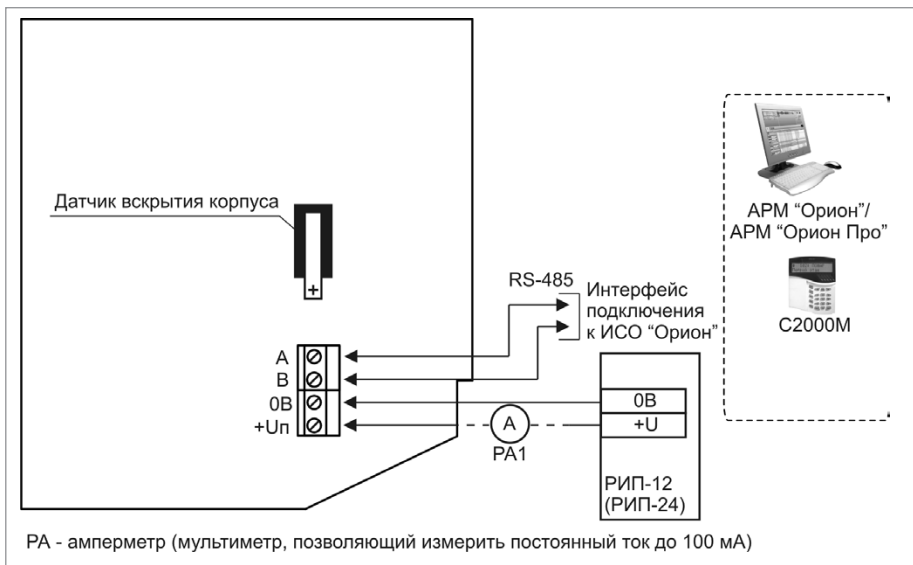

Рисунок 5. Схема внешних соединений клавиатуры «C2000-KC»
3. Подключение соединительных линий выполняйте в соответствии с проектной документацией и схемой на Рисунок 5.